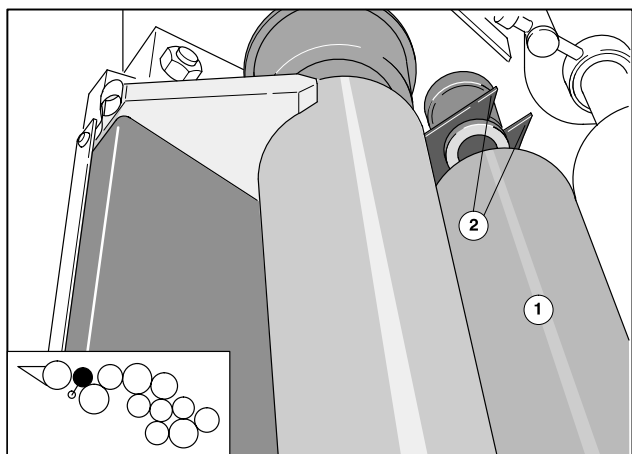

図4 インキ呼び出しローラの取り外し
- ① 呼び出しローラ(図4/①)の両端のジャーナルを持ち、ローラを持ち上げて受け(図4/②)から外します。